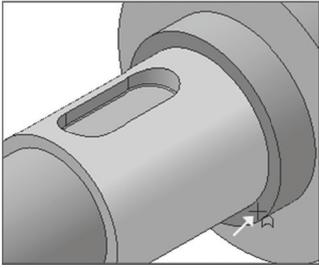

Рис. 7.23
- В модели укажите плоскую базовую грань, которая будет определять положение канавки (рис. 7.23 по стрелке).